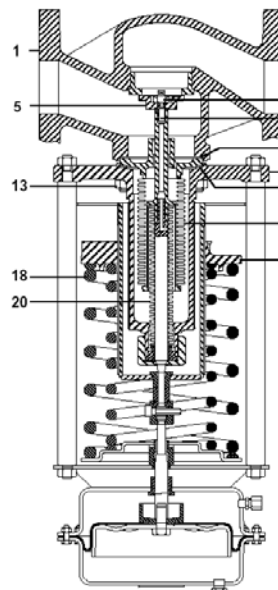

Fig.11 DN65 à DN100
3.4.4. Remplacement du soufflet d'équilibrage (fig. 11)
3.4.5. Remplacement du siège/clapet (Fig. 11)